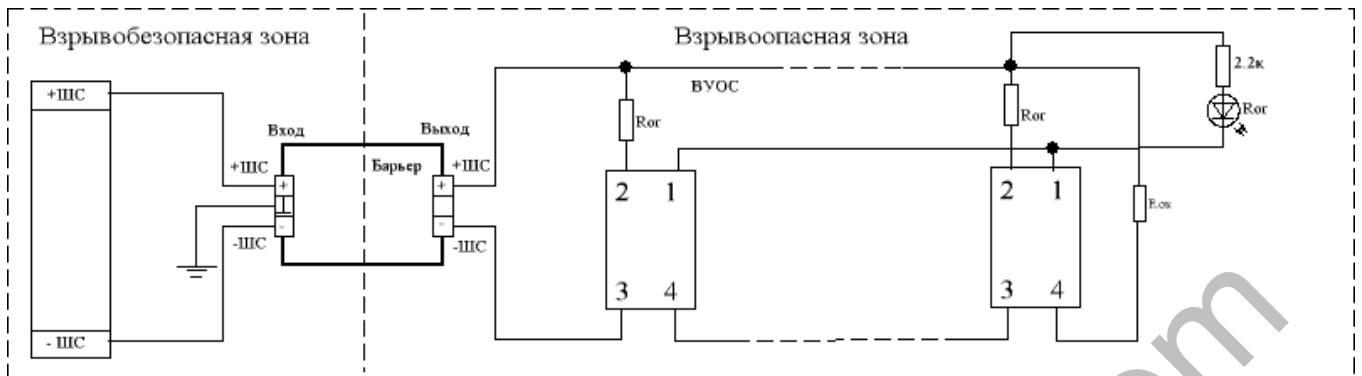

Рис. 4. Схема подключения ВУОС для группы извещателей, включенных в один шлейф
7.6 Схема вывода группового сигнала ВУОС для извещателей, включенных в один шлейф пожарной сигнализации, приведена на рис. 4.